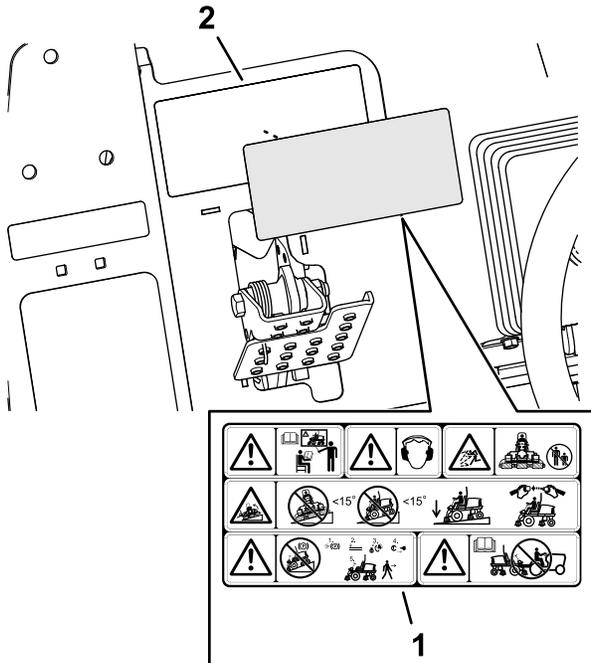

Figura 39
1. Utilizzate alcol etilico e un panno pulito per ripulire la superficie dell'adesivo di avvertenza 133-2930 e lasciate asciugare l'adesivo (Figura 39).